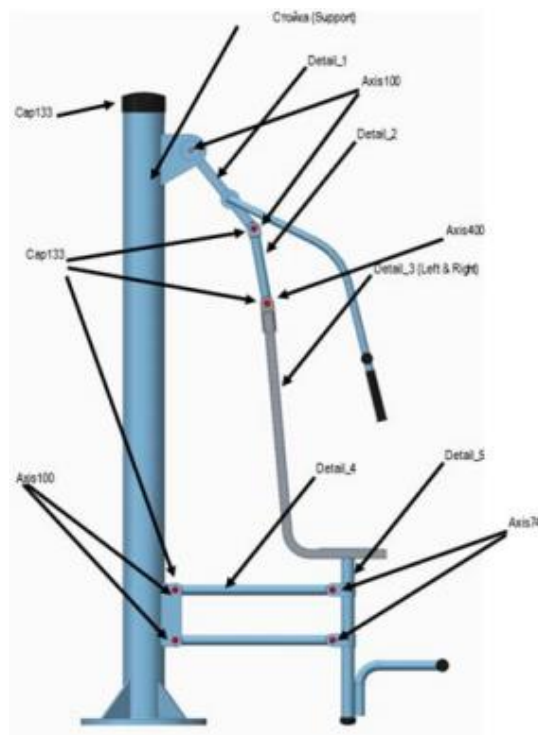
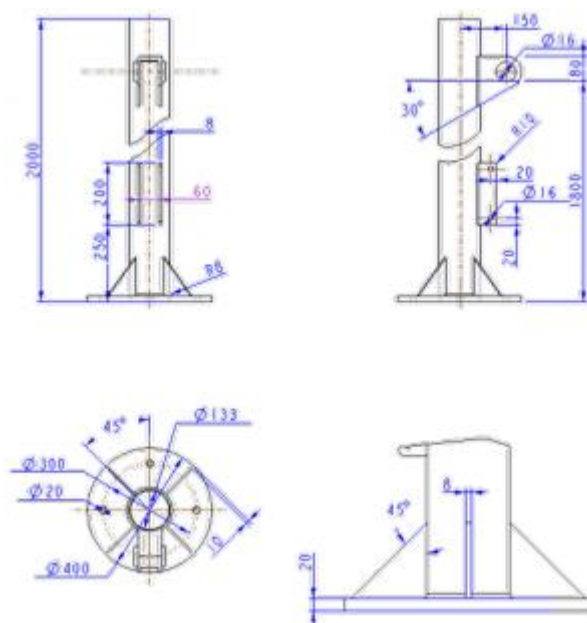

Рис. 1. Тренажер. Вид слева. Расположение деталей.
Рис. 2. Чертежи деталей.
5. Проверить, что при запуске сборочного файла все детали корректно отображаются. Расположение всех деталей отмечено на рис. 1. Чертежи деталей представлены на рис. 2.